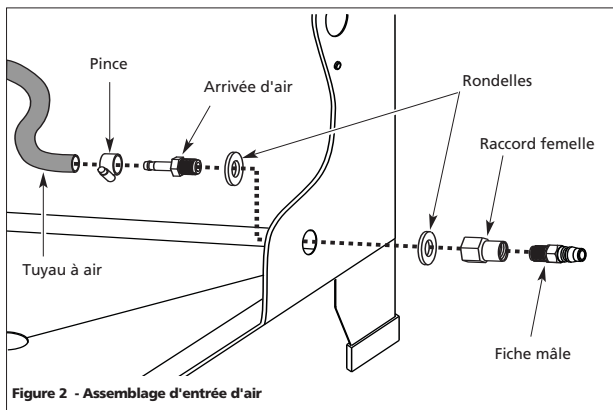

Figure 2 - Assemblage d'entrée d'air
- Placer les assemblages de pistolet et de boyau dans l'armoire, acheminant le tube plongeur sous le plateau de pièces grillagées. Placer une rondelle à l'extrémité fileté du raccord d'entrée de l'armoire, puis pousser le raccord à travers le trou du côté inférieur droit de l'armoire. Placer l'autre rondelle sur l'extrémité proéminente du raccord (voir Figure 2).
- Appliquer du ruban adhésif de filetage PTFE au filets du raccord d'entrée pour réduire la possibilité de fuites d'air. Enfiler le raccord femelle sur les filets proéminents du raccord d'entrée de l'armoire et bien resserrer. S'assurer que les méplats de clé du raccord femelle aboutent l'armoire (voir Figure 2).